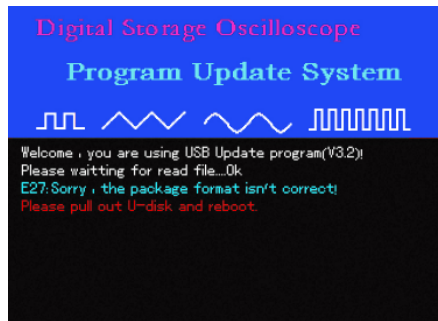

图5-11
6、升级时，读取升级文件信息，发现程序升级包内文件格式不对，将出现图5-11所示，提示“程序升级包文件格式不正确，请拔出U盘，重启示波器”。